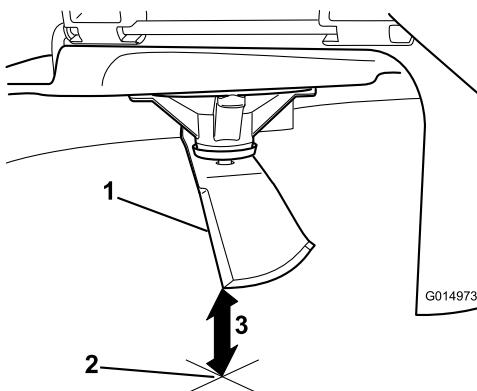

Figure 92
5. Mida desde la punta de la cuchilla hasta la superficie plana (Figure 92).